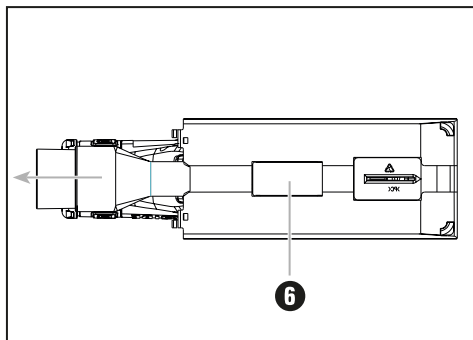

Abb. 2: Absaugstutzen entfernen
- ◆ Üben Sie mit dem Daumen auf die in Abb. 2 markierte Stelle Druck aus, um den Absaugstutzen **6** zu entriegeln. Ziehen Sie gleichzeitig mit der anderen Hand den Absaugstutzen **6** in Pfeilrichtung aus dem Gerät heraus.